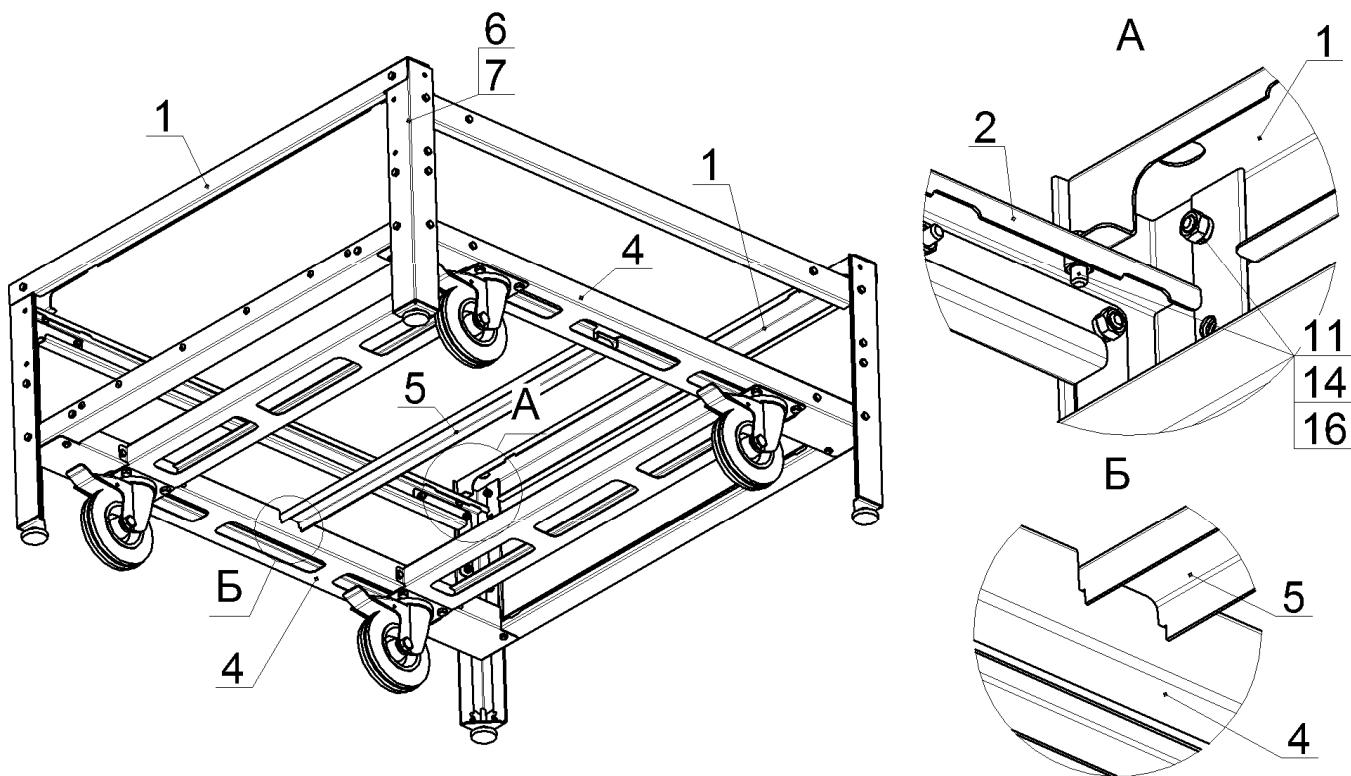

Рис.7
7. Закрепить профили лицевые верхние поз.1 (890мм) на стойках поз.6 и 7 и на профилях боковых верхних поз.2 (687мм) болтами, гайками и шайбами поз.11, 14 и 16, гайки не затягивать, как показано на рис.7.. Вложить в пазы на профилях боковых, нижних, поз 4 профиль поддержки сегментов полки поз.5 (713мм), как показано на рис.7. Проверить равенство диагоналей у подставки. Затянуть все гайки: